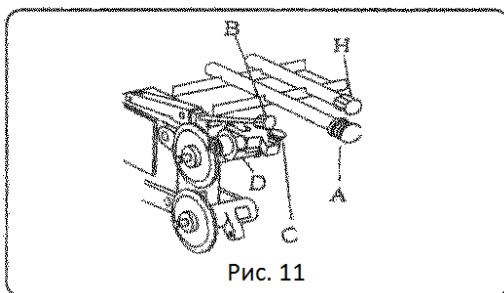

Рис. 11
- Поверните рукоятку А для извлечения компонентов заточного механизма (см. рис. 11).
- Отделите заточный камень, поворачивая маховик А (см. рис. 11)
- Откройте чистящую щетку (для машин с алмазным заточным камнем), поворачивая рукоятку С (см. рис. 11)
- Поворачивайте маховик А (см. рис. 11) так, чтобы приблизить оба заточных камня к лезвию ножа
- Вручную откорректируйте положение заточного камня и убедитесь, что оба камня одновременно касаются лезвия ножа. В противном случае, откорректируйте положение камня с помощью рукоятки В (см. рис. 11)